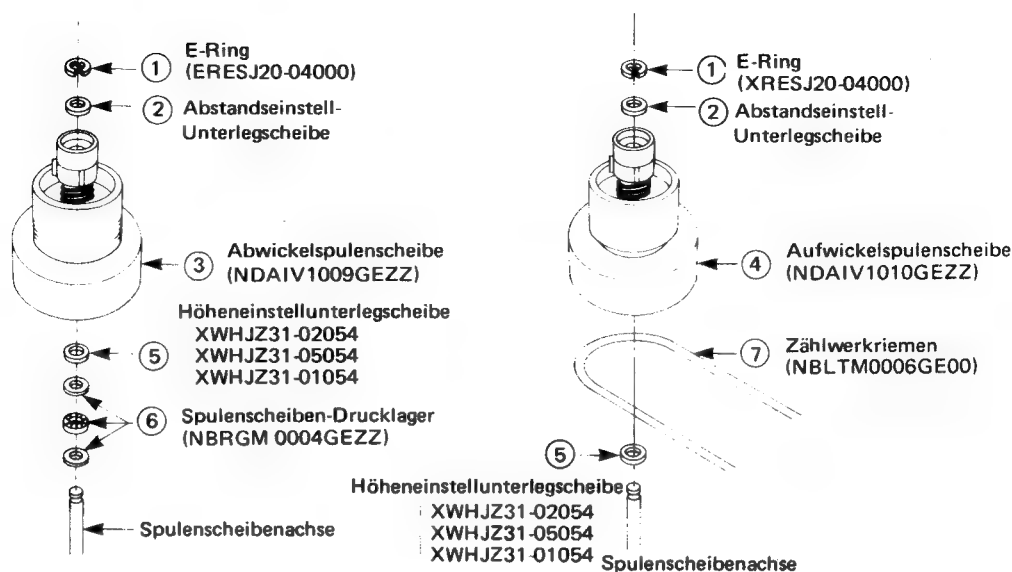

Abbildung 53
AUSTAUSCH, ZUSAMMENSETZEN UND HÖHENEINSTELLUNG DER SPULENSCHEIBEN (Siehe Abb. 53.)
1. Die Hauptlehre in das Gerät einsetzen und darauf achten, daß die Höhe der Spulenscheibe geringer als das Teil "A", jedoch höher als das Teil "B" der Abbildung 53 ist. Dies unter Verwendung der Spulenscheiben-Höheneinstellvorrichtung ausführen. Falls die Höhe von den vorgeschriebenen Werten abweichen sollte, kann dies durch Verwendung der Höhenstellunterlegscheiben korrigiert werden. Diese Unterlegscheiben sind in drei Größen erhältlich (3,1W 5,4-0,25), (3,1W 5,4-0,5) und (3,1W 5,4-0,13). Das Höhenspiel der Achse sollte einen Spielwert von 0,1 bis 0,5 mm nicht überschreiten.